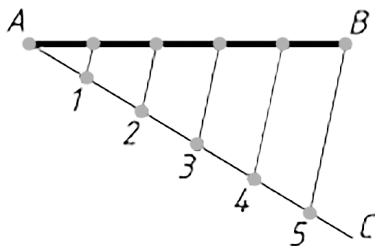

Рис. 44
*Деление отрезка на  $n$  равных частей.* Рассмотрим деление отрезка  $AB$  на 5 равных частей по теореме Фалеса. Из точки  $A$  проводят под произвольным острым углом вспомогательную прямую  $AC$ , на которой от точки  $A$  откладывают 5 равных отрезков произвольной величины. Крайнюю точку 5 последней отложенной части соединяют с точкой  $B$ . Из точек 1, 2, 3, 4 проводят прямые, параллельные  $5B$ , которые поделят отрезок  $AB$  на равные части (рис. 44).